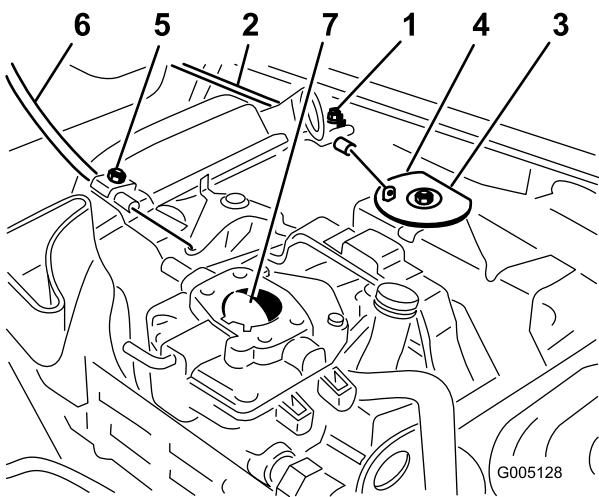

Figura 50
1. Allentate la vite del serrafilo per cavi che fissa il cavo al motore (Figura 50).
3. Tirate con forza il cavo dell'acceleratore finché il retro della parte girevole non viene a contatto con il fermo (Figura 50).
1. Allentate la vite del serrafile per cavi che fissa il cavo al motore (Figura 50).
3. Tirate con forza il cavo dello starter finché la farfalla dello starter non è completamente chiusa, quindi serrate la vite del serrafile (Figura 50).